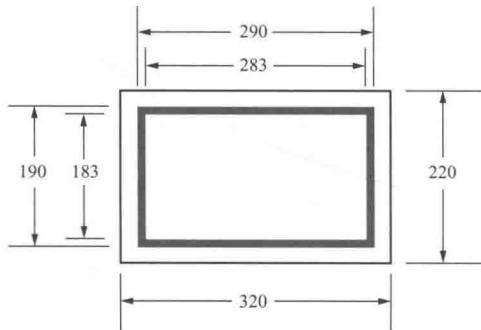

图 1-4 断路器标志牌尺寸参考类型（一）
(1) 变电站断路器标志牌基本图形为长方形，衬底色为白色，边框为红色，标志内容为红色，字体为黑体字。字号可根据标志牌尺寸、字数适当调整。
(2) 断路器标志牌尺寸参考类型（一）如图 1-4 所示。